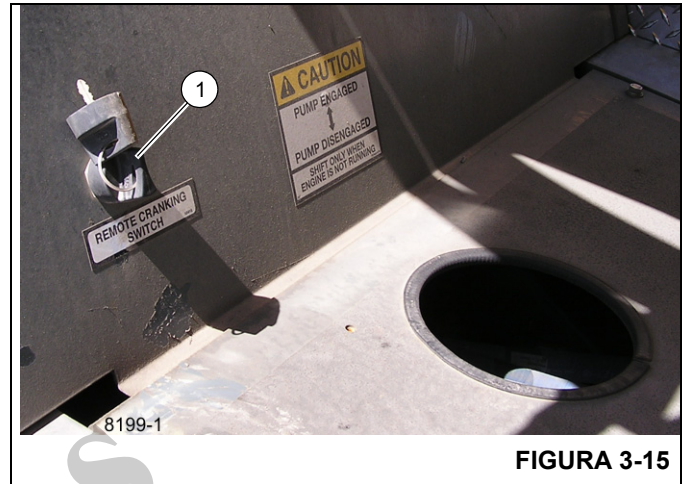

FIGURA 3-15
7. Desligue o motor e reconecte a bomba; enquanto usa a chave de partida remota (1, Figura 3-15), empurre para baixo a alavanca de desconexão da bomba até que a bomba seja acionada.